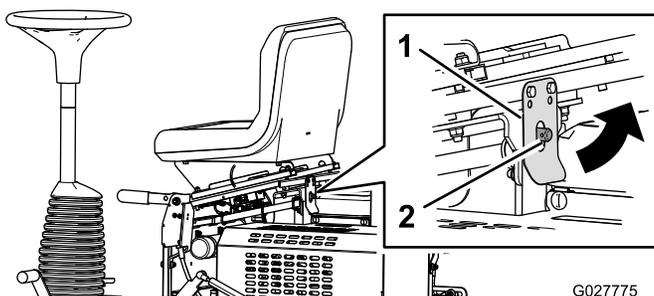

Figure 33
2. Tirez le verrou du siège en arrière et basculez le siège en avant (Figure 33).